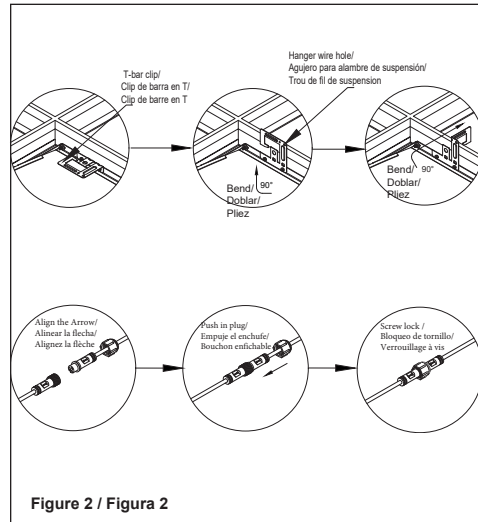

Figure 2 / Figura 2
- From above ceiling, bend the attached T-Bar clips over the T-Bar ceiling on all 4 corners to secure the fixture to the T-Bar ceiling (See Figure 2). Connect the safe wires through T-bar clip's hanger wire hole when needed.
- Connect Driver J-box output screw lock type cable connector to the mating fixture cable connector(only apply for STAKPAK). (See Figure 2)
- Depuis le haut du plafond, pliez les agrafes pour barre en T fixées sur la barre en T de la structure du plafond, et ce, aux 4 coins, pour fixer le luminaire sur la barre en T de la structure du plafond (voir figure 2). Connectez les fils de sécurité à travers le trou pour fil de suspension de l'agrafe pour barre en T le cas échéant.
- Branchez le connecteur de câble de sortie figurant dans la boîte de jonction du pilote au connecteur de câbles correspondant du luminaire (uniquement pour STAKPAK). (voir figure 2)